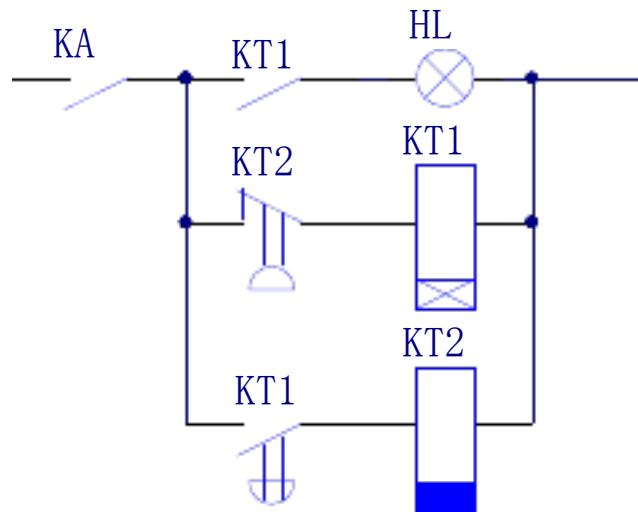

图 252 习题 12 图
12. 电厂的闪光电源控制电路如图 252 所示，当发生故障时，事故继电器 KA 通电动作，试分析信号灯发出闪光的工作原理。